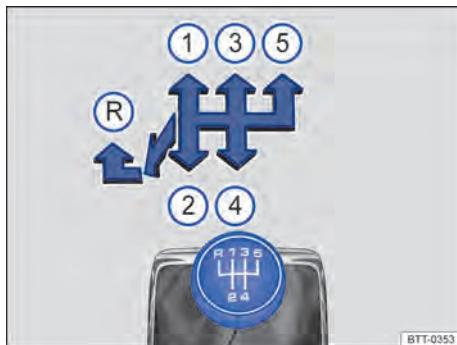

Fig. 83 Esquema de troca de marchas da transmissão manual de 5 marchas.
- Empurrar a alavanca de troca de marcha totalmente para a esquerda e depois para frente até a posição da marcha a ré → Fig. 83 (R).
As posições de cada marcha estão representadas na alavanca de troca de marcha → Fig. 83.